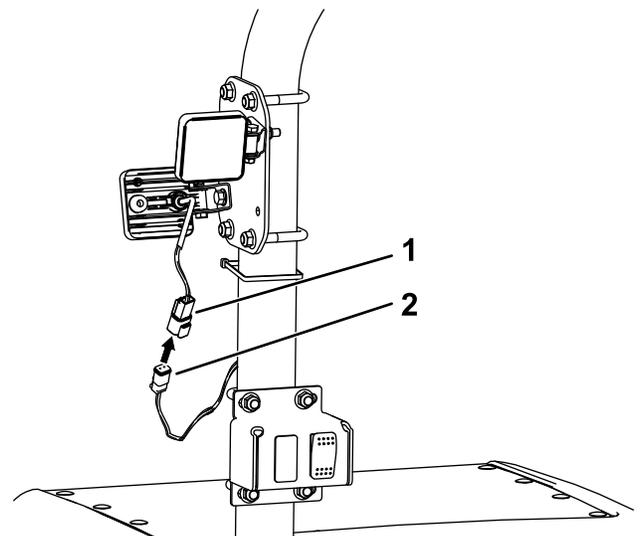

Figura 5
2. Conecte los 4 conectores cuadrados a las luces de trabajo y conecte el conector de luz grande al interruptor (Figura 5).